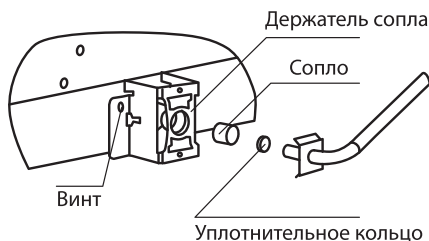

Рис. 7 Замена сопла подовой горелки
- Отверткой отсоедините клипсу крепления газопровода от скобы и замените сопло согласно Табл. 2 и Рис. 7;